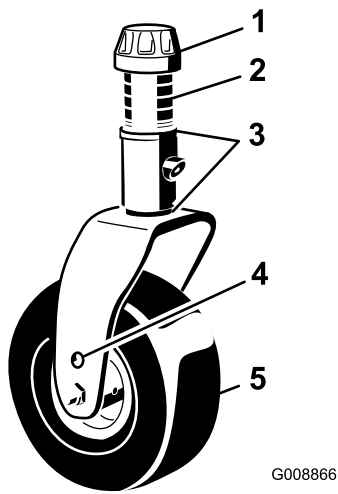

Figure 96
- Enlevez le chapeau de tension de l'axe de pivot et sortez l'axe du bras pivotant (Figure 96). Repositionnez les cales pour élever ou abaisser la roue pivotante, selon les besoins, et obtenir la bonne inclinaison.